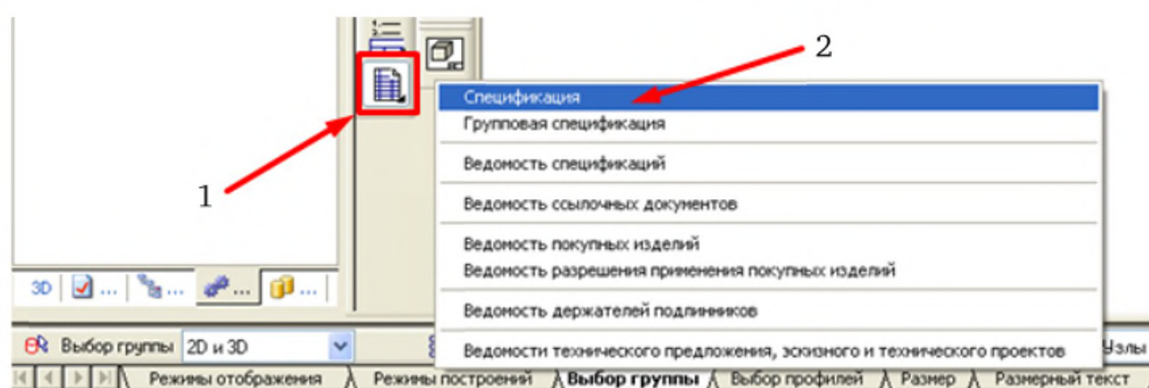

Рис. 7.3
3. Указанием курсора и щелчком левой кнопки «мыши» по кнопке **Спецификация** (1), открыть дополнительное меню (рис. 7.3). Выбрать тип документа **Спецификация** (2).